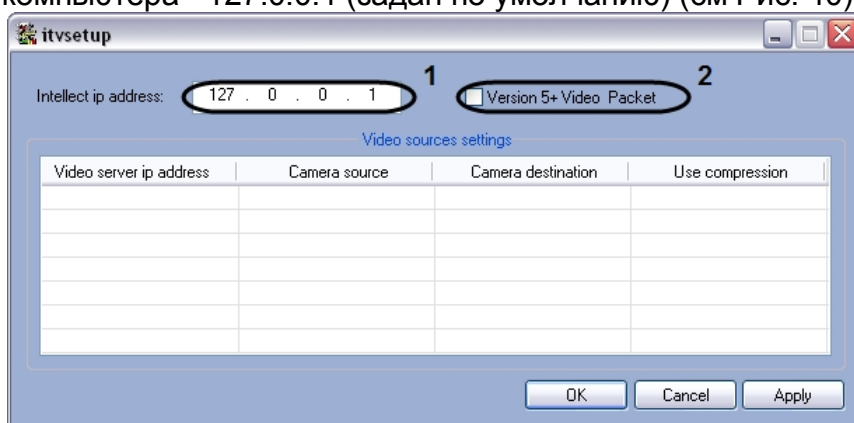

Рис. 40. Указание адреса сервера «Авто-Интеллект»
1. В поле «Intellect ip address» задать ip-адрес сервера в сети, на котором установлен программный комплекс «Авто-Интеллект». В случае если программный комплекс «Авто-Интеллект» установлен на том компьютере, где происходит настройка с помощью утилиты itvsetup.exe в поле «Intellect ip address» требуется указать локальный ip – адрес компьютера - 127.0.0.1 (задан по умолчанию) (см Рис. 40).